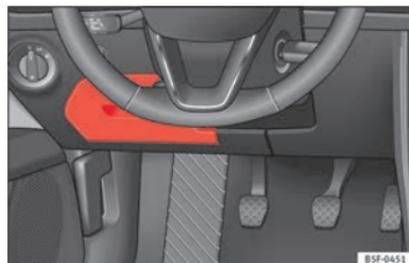

Fig. 100 Sur le tableau de bord côté conducteur : cache du boîtier de fusibles.
• *Ouverture* : rabattez le couvercle vers le bas »» fig. 100.